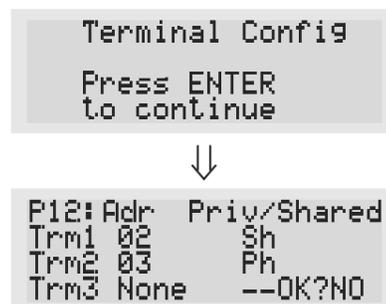

Рис. 5
- после нажатия ↵ на экран будет выведено изображение, показанное на рис.5;
- pressing ↵ again displays the screens shown in Fig. 5, in sequence;